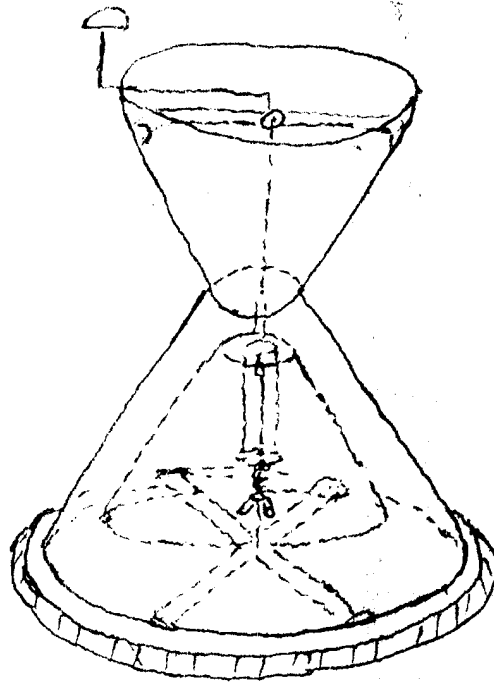

figure 5
La figure 5 : représente la dépouilleuse complète. Lorsqu'on met des poichiches ou des amandes ou des cacahouètes mouillés par l'eau dans le cône supérieur du double cône on fait tourner la manivelle, il y 'aurait frottement entre le cône inférieur du double cône (1) et le cône interne (2) ce qui fait que tout soit dépouillé en tombant du haut au bas.